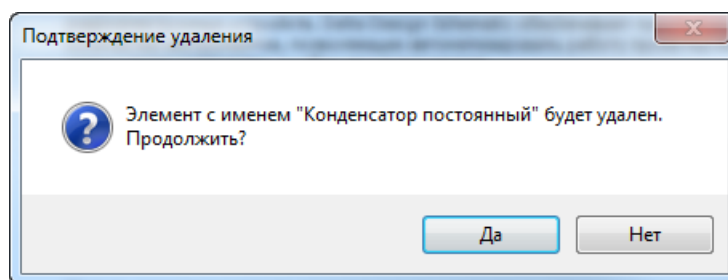

Рис. 49 Подтверждение удаления УГО
3. В окне «Подтверждение удаления» нажмите «Да» для подтверждения удаления УГО, либо «Нет» для отмены действия, Рис. 49.